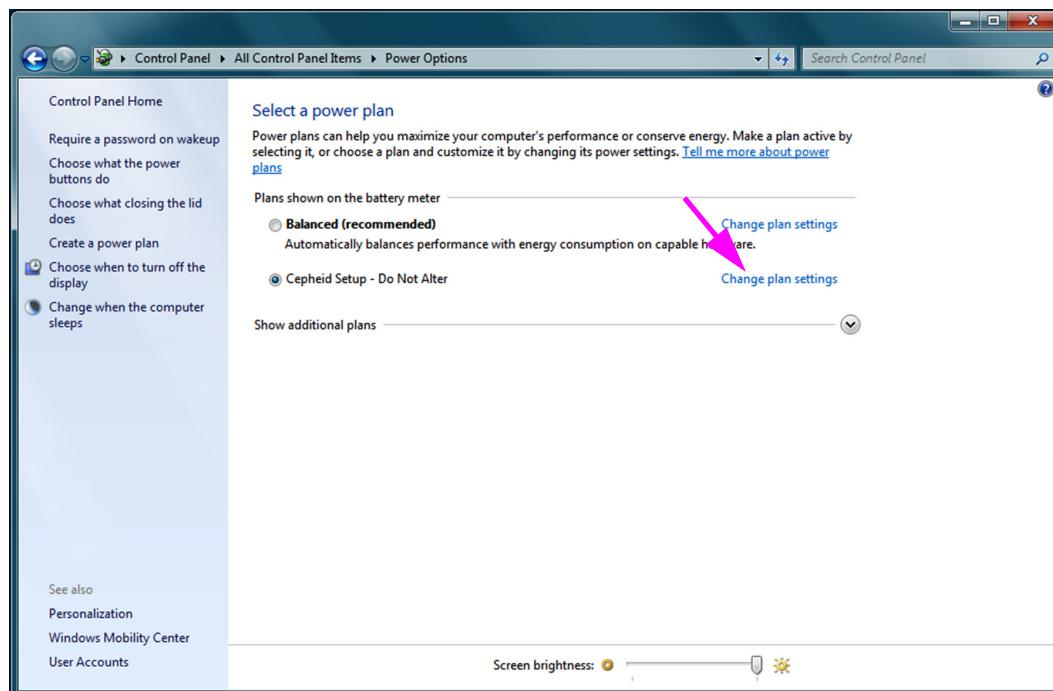
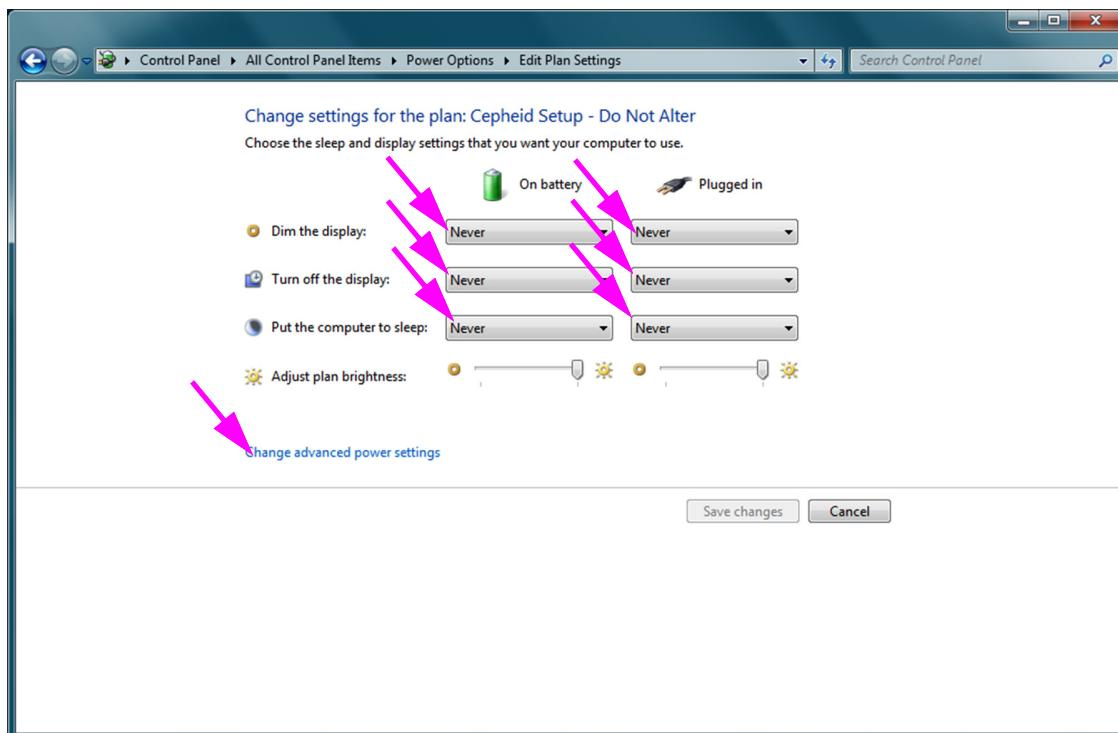
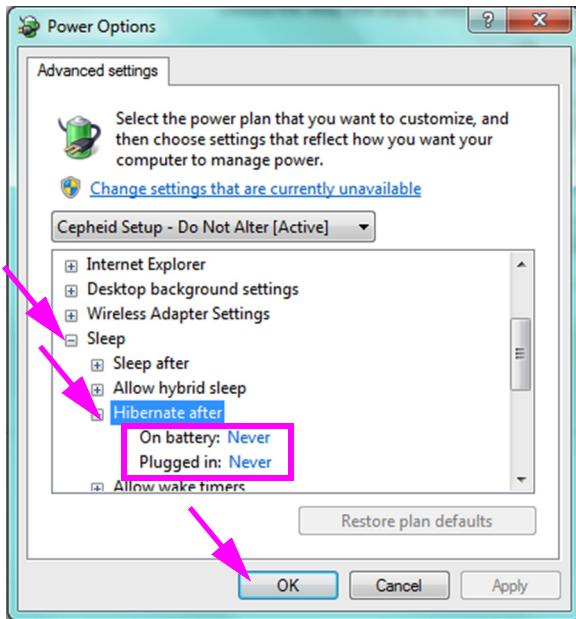
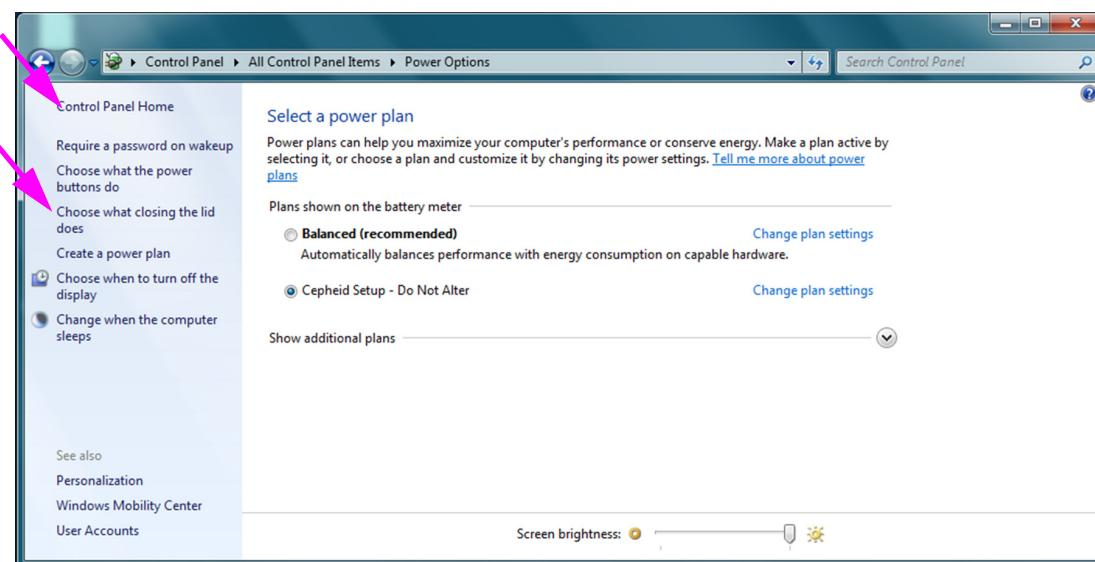

Figura 2-19. Finestra Power Options (Opzioni risparmio energia)
Figura 2-20. Finestra Edit Plan Settings (Modifica combinazioni per il risparmio energia)
Figura 2-21. Finestra Power Options—Advanced settings (Opzioni risparmio energia—Impostazioni avanzate)
Figura 2-22. Finestra Power Options (Opzioni risparmio energia)
3. Nella sezione **Cepheid Setup—Do Not Alter** (Configurazione Cepheid—Non alterare), fare clic su **Change plan settings** (Modifica impostazioni combinazione). Vedere la Figura 2-19. Viene visualizzata la finestra Edit Plan Settings (Modifica combinazioni per il risparmio energia). Vedere la Figura 2-20.
4. Verificare che le funzionalità **Dim the Display (Attenuazione schermo)**, **Turn off the display (Disattivazione schermo)** e **Put the computer to sleep (Sospensione computer)** siano impostate su **Never (Mai)** per entrambe le opzioni **On battery (Batteria)** e **Plugged in (Rete elettrica)**. Vedere la Figura 2-20.
5. Fare clic su **Change advanced power settings (Cambia impostazioni avanzate risparmio energia)** (vedere la Figura 2-20). Viene visualizzata la finestra Power Options—Advanced settings (Opzioni risparmio energia—Impostazioni avanzate). Vedere la Figura 2-21.
6. Nella finestra Power Options—Advanced settings (Opzioni risparmio energia—Impostazioni avanzate), fare doppio clic su **Sleep (Sospensione)** per espandere la visualizzazione e quindi fare doppio clic su **Hibernate after (Metti in stato di ibernazione dopo)**. Vedere la Figura 2-21.
- A. **Computer desktop:** verificare che il valore **Setting (Impostazione)** sia impostato su zero (0) o **Never (Mai)**. In caso contrario, modificare il valore di **Setting (Impostazione)** su zero (0) o **Never (Mai)**.
- B. **Solo per i computer portatili:** verificare che i valori **On battery (Batteria)** e **Plugged in (Rete elettrica)** siano impostati su **Never (Mai)**. In caso contrario, fare clic su **On battery (Batteria)** e/o **Plugged in (Rete elettrica)**, quindi usare i tasti freccia su/giù per impostare tali valori su zero (0) sull'opzione selezionabile.
8. Fare clic su **Cancel (Annulla)** per chiudere la finestra Edit Plan Settings (Modifica combinazioni per il risparmio energia). Viene visualizzata la finestra Power Options (Opzioni risparmio energia) (vedere la Figura 2-22).
10. **Solo per i computer portatili:** Fare clic su **Cancel (Annulla)** per chiudere la finestra **Edit Plan Settings (Modifica combinazioni per il risparmio energia)**. Viene visualizzata la finestra **Power Options (Opzioni risparmio energia)** (vedere la Figura 2-19).